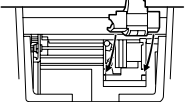

Fig. 3
- Instale el nuevo rodillo entintador en la posición correcta. Cerciórese de que el rodillo esté firmemente colocado en su sitio. (Fig. 3)